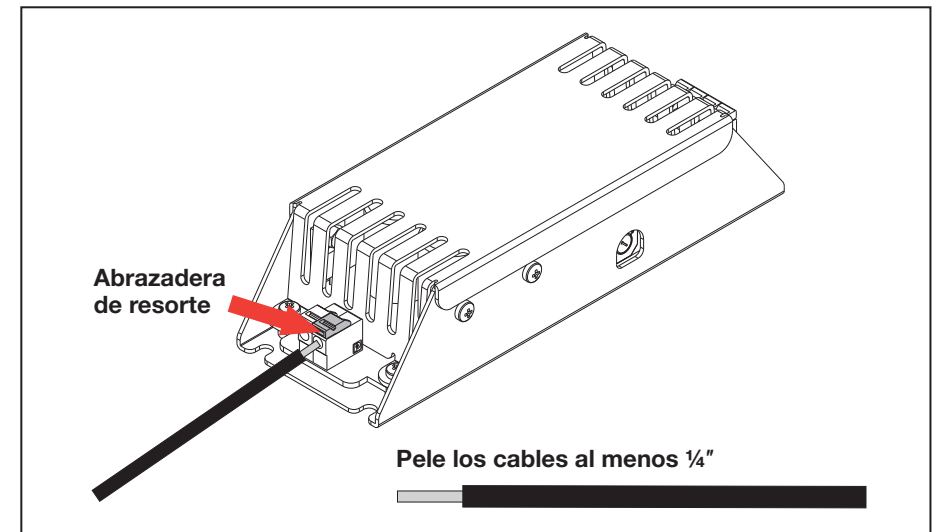
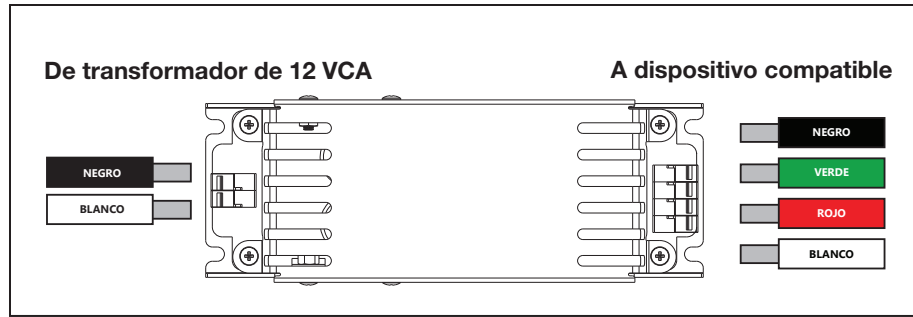

Figura 4. Pelar e insertar los cables
Figura 5. Cableado RGB
2. Conecte cada uno de los cuatro o cinco cables al adaptador LED Smart Sync. Para ello, haga retroceder una abrazadera de resorte anaranjada e inserte el cable correcto debajo. De ser necesario, haga retroceder las abrazaderas de resorte anaranjadas para liberar los cables. Consulte la Figura 4 para pelar e insertar los cables, la Figura 5 para el cableado RGB y la Figura 6 para el cableado RGBW.